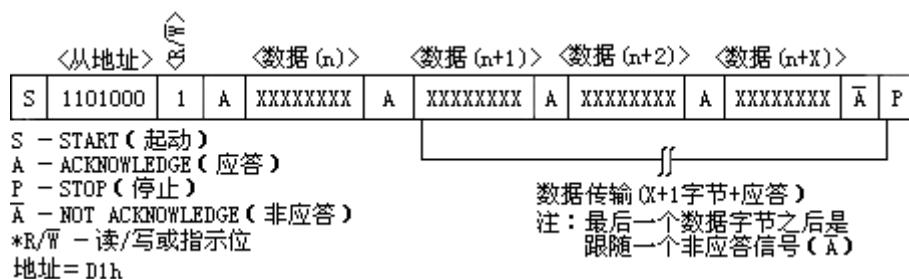

图 7 数据读—从器件发送模式
2、从发送器模式（读 DS1307 模式） 对第一个字节的接收和处理，同从接收器模式一样。然而在这种模式中，指示位将指示传输地址是无效的。当 SCL 上有串行时钟输入时，串行数据通过 DS1307 在 SDA 上传输，START（起动）条件和 STOP（停止）条件用于识别串行传输的始末端（见图 7）。在由主器件产生的 START（起动）条件后，DS1307 接收到的第一个字节为器件地址，包含一个 7 位的 DS1307 地址：1101000，跟随在指示位（R/W）之后（此时为读操作，该位为 1）。在接收并译出地址信息后，DS1307 将在 SDA 线上输入一个应答。然后，DS1307 将开始传送以寄存器指针所指定的寄存器地址为起始的数据。如果在读模式初始化前没有写入寄存器指针，则读出的第一个地址是存储在寄存器指针中的最后一个。当要终止读操作时，DS1307 必须接收一个“不应答”。